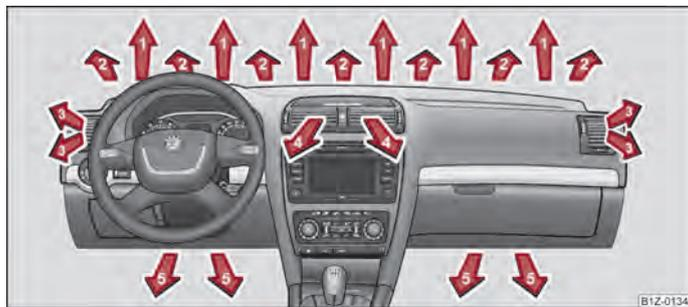
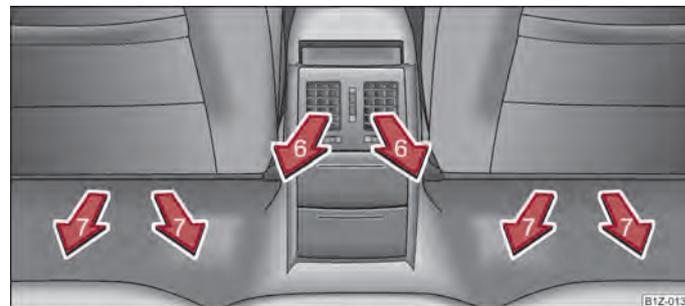

Fig. 91 Difusores de ar à frente
Fig. 92 Difusores de ar atrás
Os difusores de ar **3**, **4** ⇒ Fig. 91 e **6** ⇒ Fig. 92 podem ser abertos ou fechados individualmente.
- Difusores de ar 3 ⇒ Fig. 91.
- Recomendamos-lhe que deixe os difusores de ar 4 ⇒ Fig. 91 na posição aberta. ■